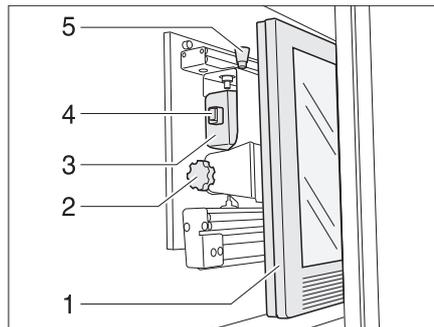

Bild 61 TV-Schrank
- Entriegelungsknopf (Bild 61,5) drücken und Halterung für den Flachbildschirm am Griffstück (Bild 61,4) bis zum Anschlag nach vorn ziehen.
- Entriegelungsknopf (Bild 61,1) ziehen und Flachbildschirm (Bild 61,2) in die gewünschte Position schwenken.
- Rändelschraube (Bild 61,3) lösen.